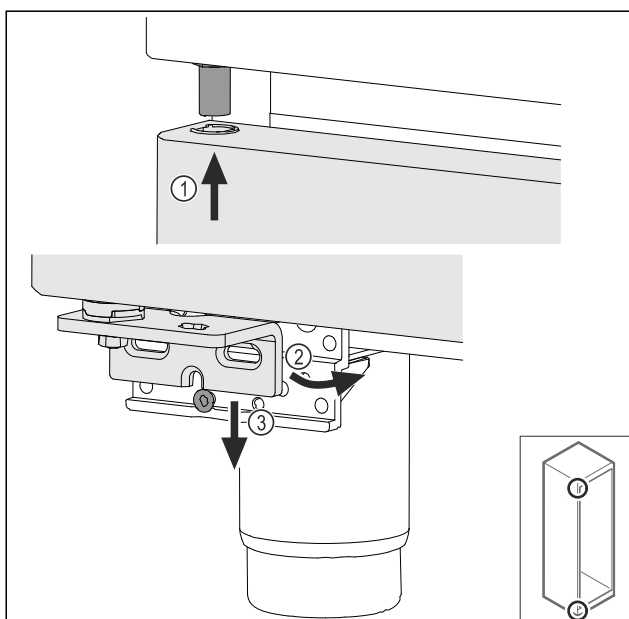

Fig. 45
- Deur iets gekanteld aan de bovenzijde terugplaatsen Fig. 45 (1), deur recht uitlijnen Fig. 45 (2) en aan de onderzijde op de lagerbokschoef Fig. 45 (3) plaatsen.